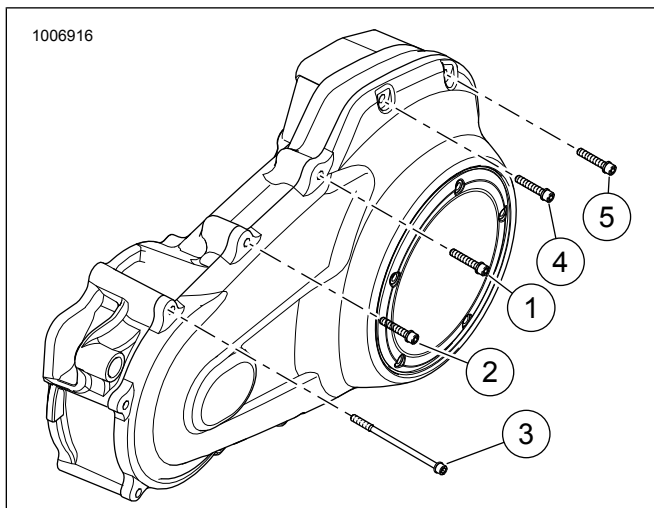

Figure 2. Séquence de serrage
1. Voir la figure 2. Déposer et éliminer les vis (5).
1. Figure 2 Serrer les vis dans l'ordre indiqué.